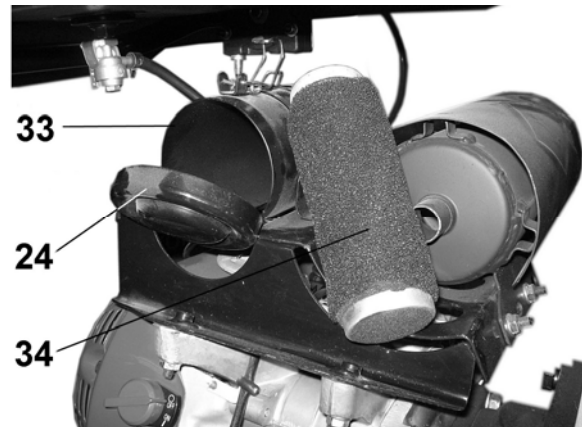

Рис.9
10.5. В зависимости от внешних условий, но не реже 10 часов работы, очищайте (встряхните; продуйте сжатым воздухом; промойте и высушите) или заменяйте рубашки воздушного фильтра (34). Перед установкой фильтра (34) очищайте внутреннюю полость корпуса фильтра (33), Рис.9